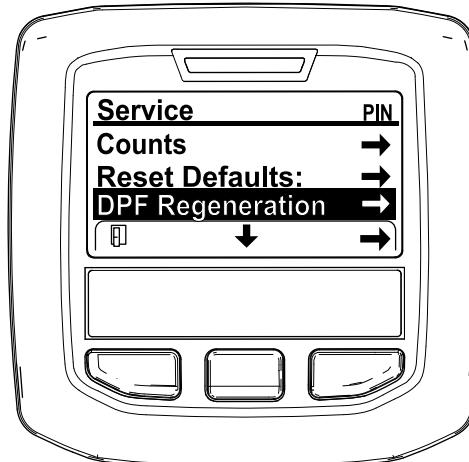

Figura 45
- No MENU DE MANUTENÇÃO, prima o botão do meio até surgirem as opções de REGENERAÇÃO DO DPF e prima o botão direito para selecionar a opção de REGENERAÇÃO DO DPF (Figura 45).